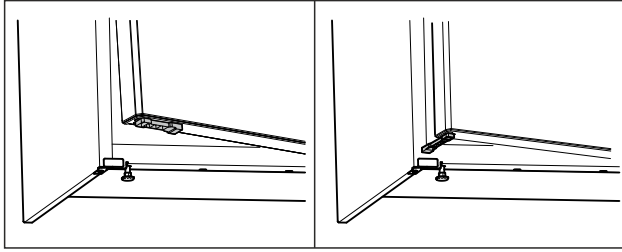

Fig. 70 *
- Vrid dörröppningsbegränsare i 90°. (se Fig. 70) *